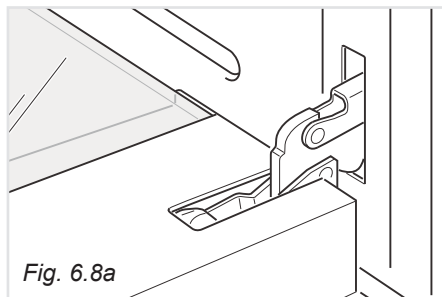

Fig. 6.8a
- Aprire completamente la porta del forno (fig. 6.8a).